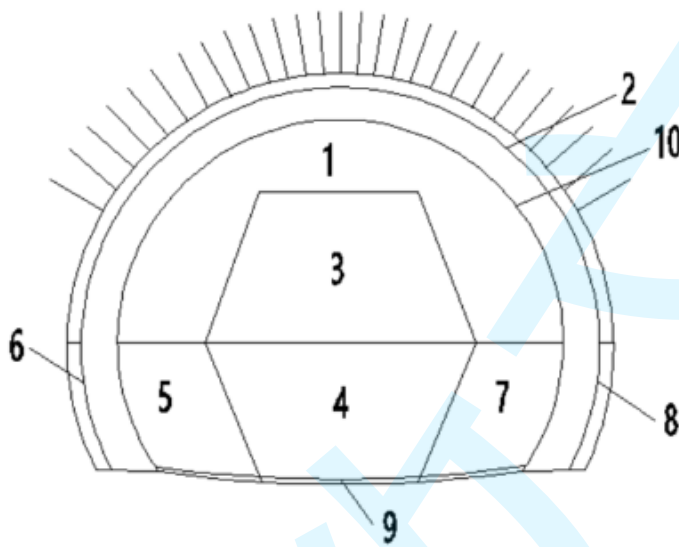

图 4 施工工序示意图
某二级公路的一座隧道，根据施工图设计，起讫桩号 K101+109~K101+404，长度 295m，其中，明河 10m，VI级围岩 203m，V级围岩 82m。根据隧道的围岩级别、地质情况和监控量测单位提供的数据，结合施工现场的实际情况，施工单位决定在该隧道中采用如图 4 所示的工序进行开挖和支护，施工时从进口往出口方向掘进。图 4 中 1~10 代表开挖或支护的施工工序，开挖时每循环开挖长度为 2m，开挖至 K101+259 时，仰拱与掌子面的距离为 60m。施工过程中，在 K101+244~K101+249 处发生了塌方。事故发生后，现场有关人员立即向本单位负责人报告，单位负责人接到报告后，在规定时间内向当地县级人民政府安全生产监督管理部门报告，并按规定妥善处理。事故造成直接经济损失 120 万元，没有造成人员伤亡。
- 1.图 4 中所示的隧道开挖方式是什么?该隧道采用这种开挖方式是否合理?说明理由
- 2.写出图 4 中施工工序 1、2、3、5、6、9、10 的名称。